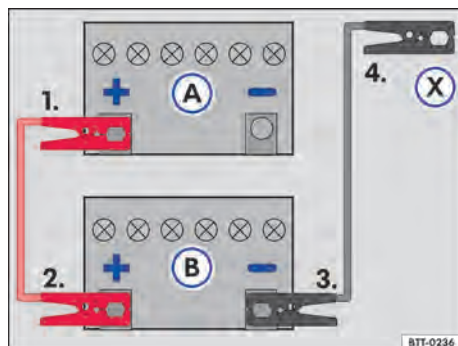

Fig. 123 Esquema para a conexão dos cabos auxiliares de partida: bateria do veículo descarregada (A) e bateria do veículo fornecedora de corrente (B).
Legenda para → Fig. 123:
- Conectar uma extremidade do cabo auxiliar de partida *vermelho* ao polo positivo → Fig. 123 ④ do veículo com a bateria do veículo descarregada ③ → ⚠.
- Conectar a outra extremidade do cabo auxiliar de partida *vermelho* ao polo positivo ④ da bateria do veículo fornecedora de corrente ⑤.
- Conectar uma extremidade do cabo auxiliar de partida *preto* ao polo negativo ⑥ da bateria do veículo fornecedora de corrente ⑤.
- Conectar a outra extremidade do cabo auxiliar de partida *preto* ⑥ no veículo com a bateria do veículo descarregada em uma peça maciça de metal aparafusada firmemente ao bloco do motor ou no próprio bloco do motor - porém não nas proximidades da bateria ③ → ⚠.